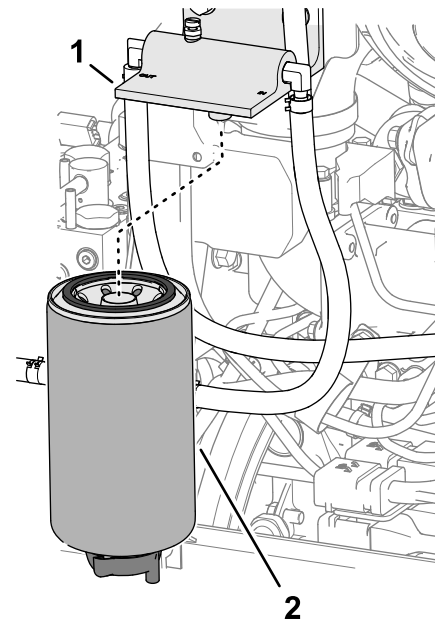

Figura 81
2. Limpie el filtro del separador de combustible/agua y la cabeza del filtro (Figura 81).